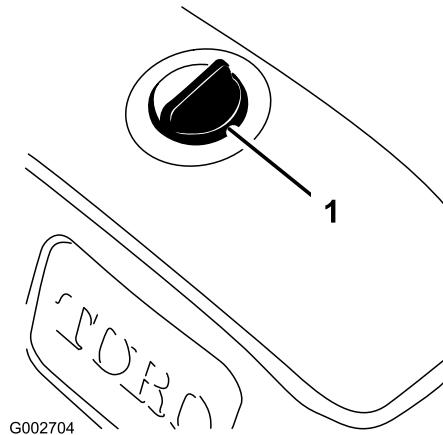

Bild 8
3. Säubern Sie den Bereich um den Deckel des Hydraulikölbehälter, damit keine Rückstände in den Behälter gelangen (**Bild 8**).